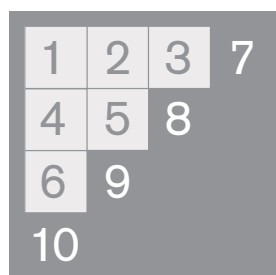

Figure 15
4.5 COMPLETE EACH GRID (SEE FIGURE 15).